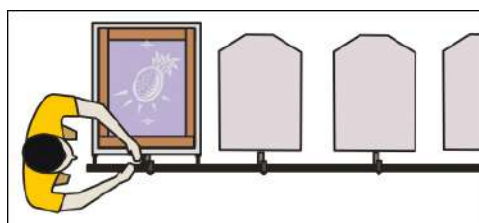

Imagen 332\_05
**6-** Calzar la matriz del color blanco cubriente sobre el diseño y ajustar los tornillos para que hagan contacto con el riel y tope manteniendo el calce del diseño, una vez calzado se retira la película (Imagen 332\_05)